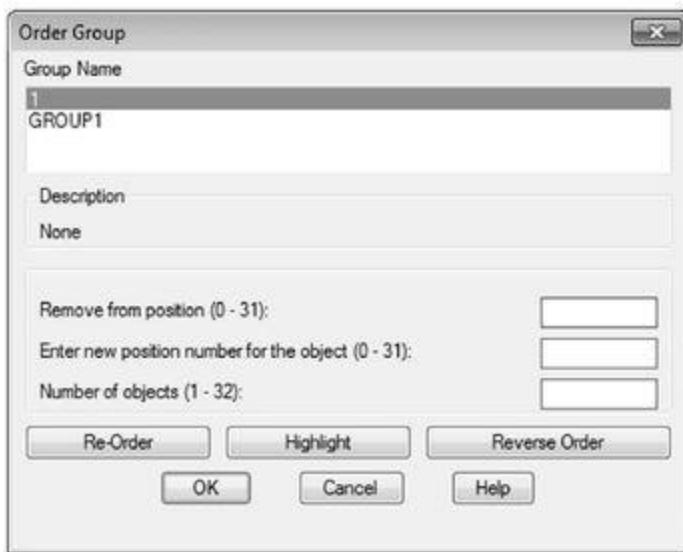
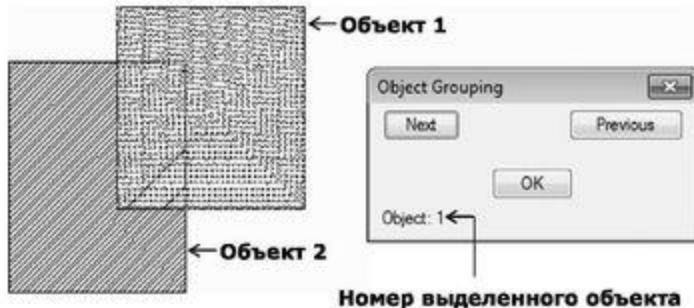

Рис. 8.9. Диалоговое окно изменения порядка в группе
Рис. 8.10. Просмотр последовательности объектов в группе
При выборе кнопки Re-Order (Порядок) открывается диалоговое окно Order Group (Порядок в группе), показанное на рис. 8.9.
Кнопка Highlight (Отметить) этого окна предназначена для просмотра текущего порядка следования объектов в группе. При этом на экране появляется маленькое окно Object Grouping (Группы объектов) (рис. 8.10), в котором имеются две кнопки {Next (Следующий) – для просмотра следующего объекта и Previous (Предыдущий) – для предыдущего} и строка с номером выделенного на экране объекта.
Например, чтобы поменять местами объекты 1 и 2, изображенные на рис. 8.10, необходимо в поле Remove from position (Номер перемещаемого объекта) ввести номер перемещаемого объекта (1), а в поле Enter new position number for the object (Номер новой позиции) номер позиции нового положения объекта (2) (рис. 8.9). Кроме того, в поле